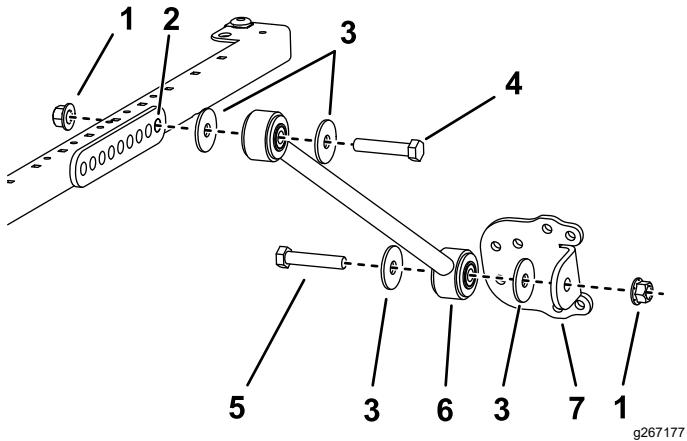

Bild 33
- Modelle 03820, 03821, 30604, 30605, 30608 und 30609: Befestigen Sie eine Strebe an jeder Seite des Sonnendachrahmens mit einer Schraube ($\frac{1}{2}$ " x $2\frac{1}{2}$ "), einer Scheibe ($\frac{1}{2}$ ") und einer Bundmutter ($\frac{1}{2}$ ") lose im **hinteren** Loch der Strebenhalterung, wie in **Bild 33** abgebildet.
11. Befestigen Sie eine Strebenhalterung mit einer Schraube ($\frac{1}{2}$ " x $2\frac{1}{2}$ "), einer Scheibe ($\frac{1}{2}$ ") und einer Bundmutter ($\frac{1}{2}$ ") an jeder Strebe, wie in **Bild 33** abgebildet.